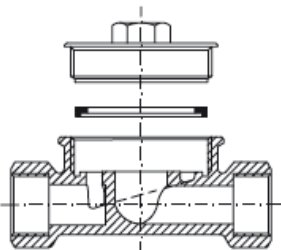

Abb. 1
- 1.2. UPT werden ohne eingelegten Dichtring mit locker eingeschraubtem Deckel ausgeliefert (siehe Abb. 1). Bei UPT mit Gewindeanschluss weiter mit Ziff. 1.3. Bei UPT mit Lötanschluss, Anschlüsse löten und abkühlen lassen.
- 1.2. FMPs are delivered without an inserted sealing ring with a loosely screwed in cover (see Fig. 1). For FMPs with threaded connection, continue with No. 1.3. For FMPs with soldered connection, solder the connections and allow them to cool.